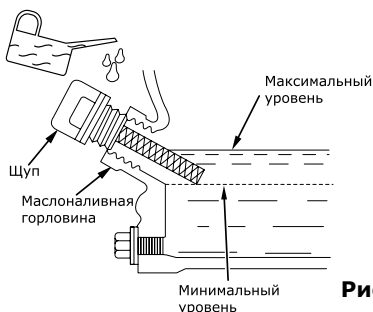

Рис. 5
- Залейте масло до нужного уровня по меткам на щупе или краю маслозаливной горловины (рис. 5).